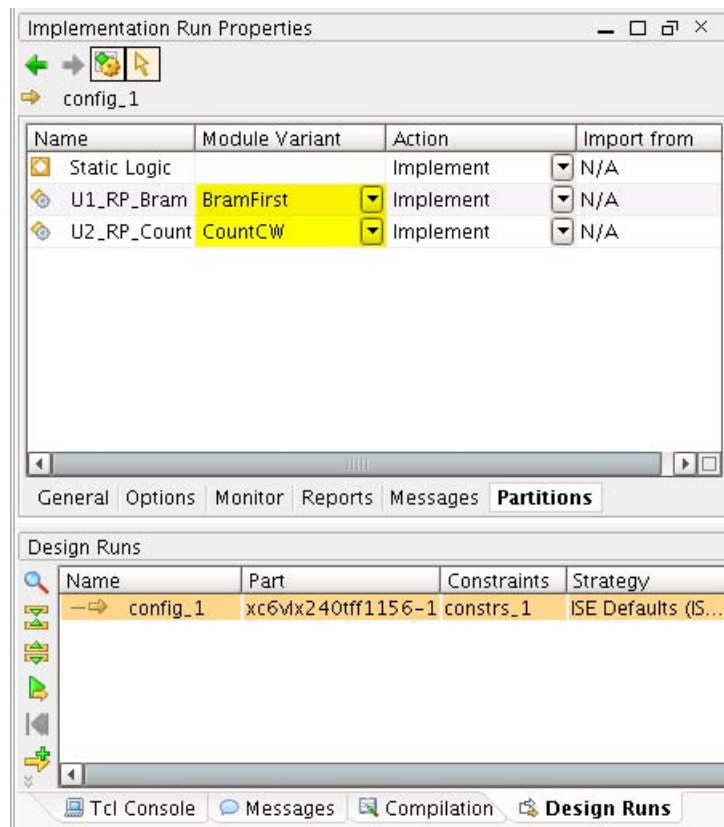

図 20：コンフィギュレーション モジュール (config_1)
- b. [Implementation Run Properties] ビューで [Partitions] タブをクリックします (図 20)。